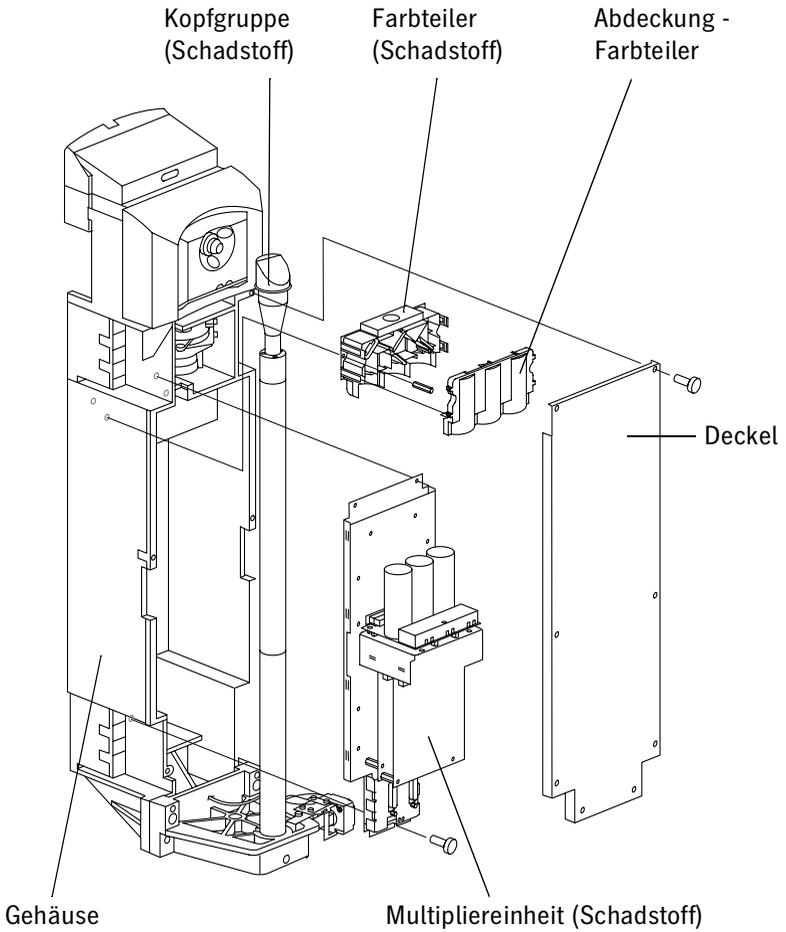

Bild 4
9. Kopfgruppe abschrauben (3x)	siehe Bild 4
11. AE-Elektronik und Farbteiler mit Abdeckung ausbauen	vorher Deckel entfernen, siehe Bild 4